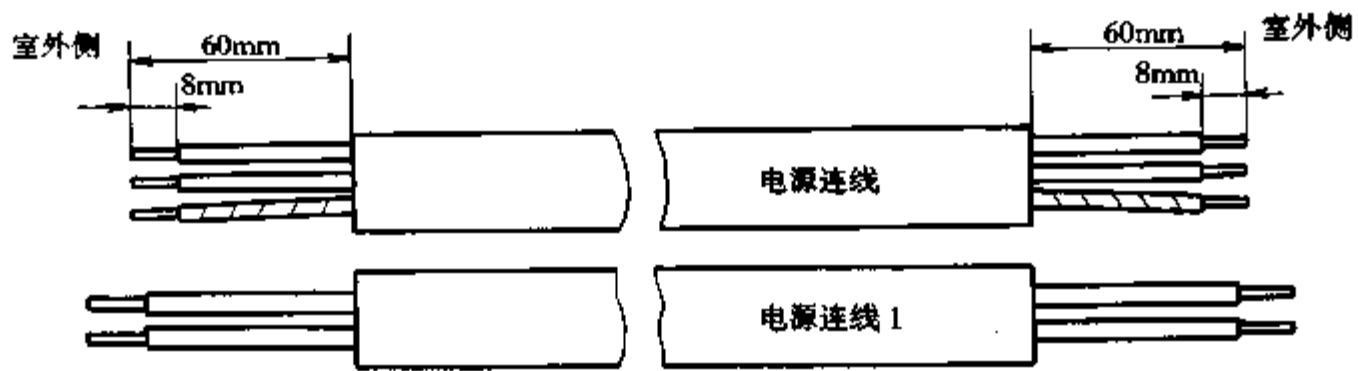

图 7-46 电源连线
(1) 使用配线规格:本机已配 1.5mm^2 的 YZW(三芯)电源连线 1 条和 0.75mm^2 的 YZW(二芯)1 条,如图 7-46。
(2) 拆开外罩。
(3) 电源连线的连接: